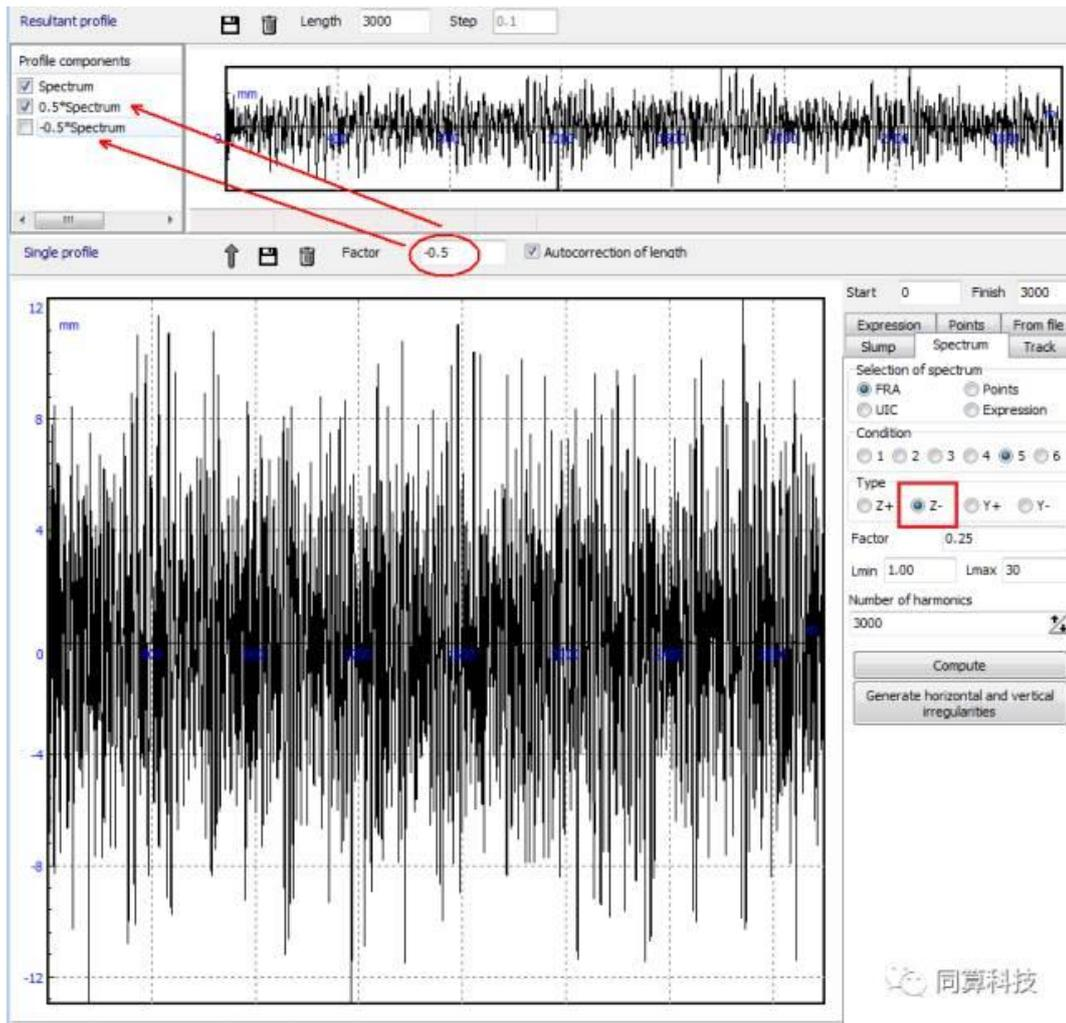

图 028-4
3、在图 028-2 界面，直接切换选择【Z-】，然后点击【Compute】，生成水平不平顺，分别以【+0.5】和【-0.5】倍数将水平不平顺添加到上方区域，如图 028-4。这样，勾选第一个和第二个表示合成左轨垂向不平顺样本，勾选第一和第三个表示合成右轨垂向不平顺样本，分别保存为*.way 文件。
我们前面的操作实际是对应**第二种**定义，如果采用第一种定义，那么在图 028-4 界面，圆圈处的数值应该设置为 1 或-1。